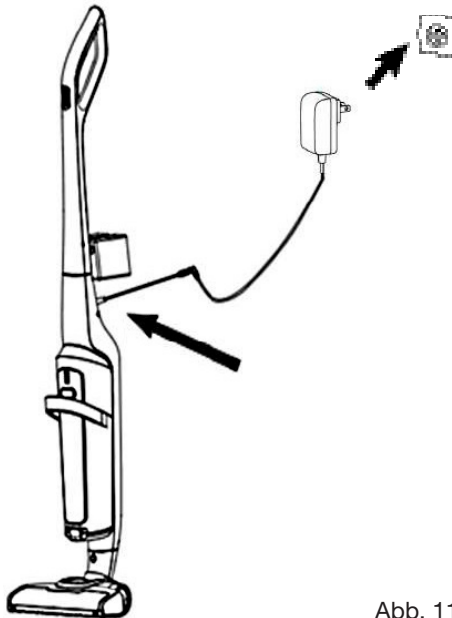

Abb. 11
2. Schließen Sie danach das andere Ende des Netzadapters an eine Wandsteckdose an (Abb. 11).